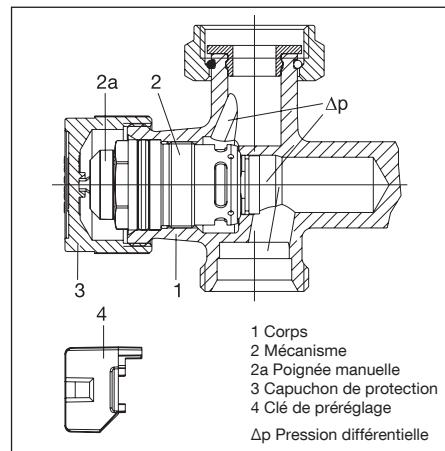

Fig. 5 Configuration du robinet thermostatique
Le débit maximal peut être réglé à l'aide de la clé de prérglage (pos. 4, fig. 5) (voir paragraphe 7.3).
Avec l'appareil de mesure raccordé, la pression différentielle disponible au corps de robinet est mesurée. Pour ce faire, dévisser le mécanisme (pos. 2, fig. 5) à l'aide du «Demo-Bloc» et effectuer une mesure avec la tige pour mesurer la pression différentielle. Dès que la pression différentielle mesurée atteint un niveau supérieur ou égal à la pression différentielle  $\Delta p$  min. (voir 4.1), elle est assez élevée pour permettre la régulation automatique du débit par le robinet.
Procéder au préréglage selon la valeur souhaitée à l'aide de la clé de préréglage (pos. 4, fig. 5). Le préréglage ne peut être effectué qu'à l'aide de la clé de préréglage fournie qui est montée sur la poignée manuelle (pos. 2a, fig. 5). Cela évite tout risque de déréglage de la valeur réglée par des personnes non autorisées.